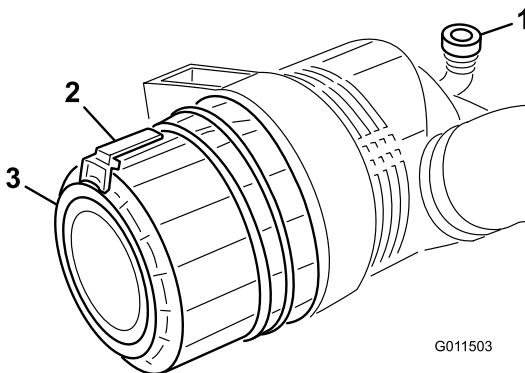

Bild 45
1. Ziehen Sie den Riegel nach außen und drehen Sie die Luftfilterabdeckung nach links (Bild 45).